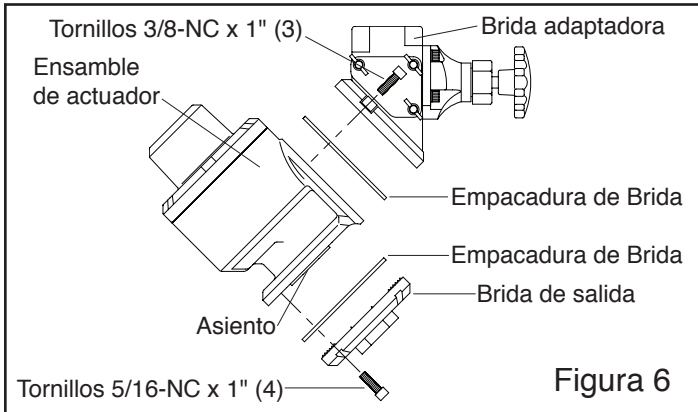

Figura 6
4.2.4 Refiérase a la Figura 6 y retire los tornillos que aseguran la brida adaptadora y la brida de salida al ensamble del actuador, y luego retire el ensamble del actuador.